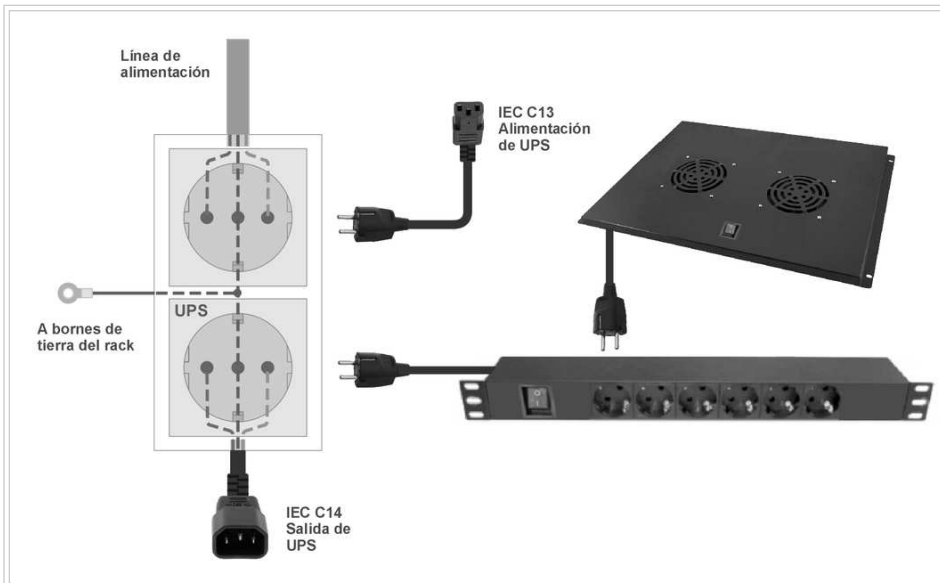

Fig. 3 - Diagrama de instalación eléctrica
- Para alimentar el rack se instalará dentro del mismo una caja con 2 módulos de tomacorriente Schuko fijada con tornillos a la estructura del rack. A uno de los tomas se conectará la línea de alimentación y al otro un cable IEC C14 el cual será conectado a la salida de la UPS según se muestra en Fig. 3. El toma correspondiente a la UPS se etiquetará con la leyenda "UPS".